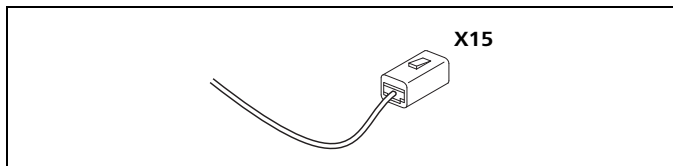

Рис. 49 Штекер для регулирования CO2
- Для регулирования CO2 используйте также штекер X15 (только в сервисных центрах Webasto), см. Рис. 49.